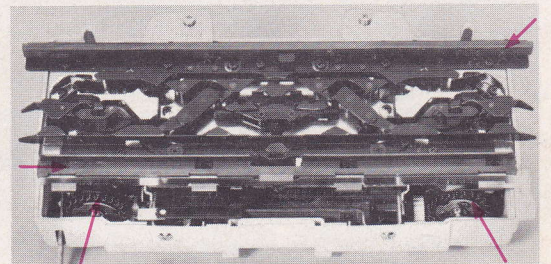

Fig. 209
- sous le chariot, les cames, les roues crantées, les glissières (fig. 209),